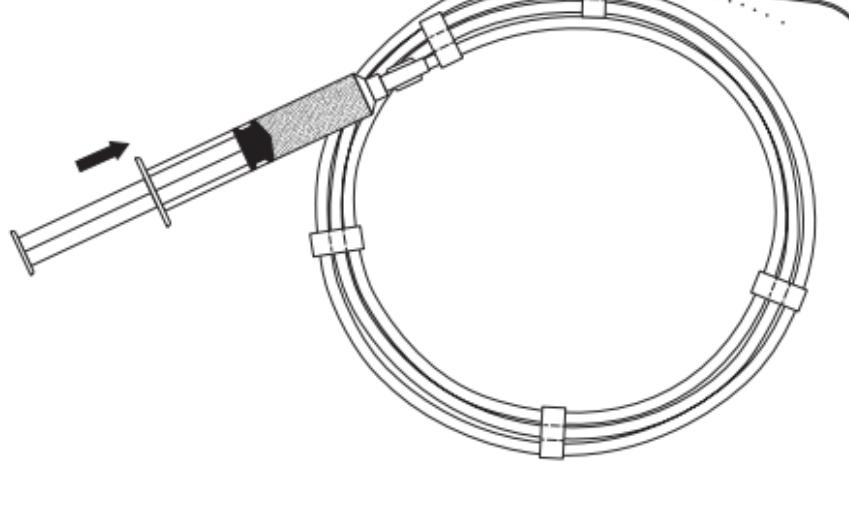

Fig. 1
- Iniettare una quantità di soluzione sufficiente a bagnare l'intera superficie del filo guida. (Fig. 1) In questo modo il rivestimento AQ viene attivato e la superficie del filo guida diventa molto scivolosa.